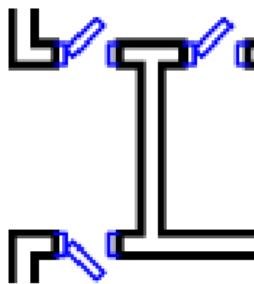

Рис. 159 – Вставка блока дверь60
7. Создадим блок **дверь60** для черчения внутренних дверей. Создайте новый слой **Двери** с такими же параметрами, что и слой **Окно**. Сделайте этот слой текущим. Постройте ломаную с концами (90,117), (91,117), (91,115), (90, 115). Выделите её и выберите в меню команду **Редактирование** → **Зеркало**. Укажите в качестве координат первой точки оси отражения: 93,115. В качестве второй точки оси отражения укажите 93,117. На вопрос **Удалить исходные объекты?** выберите ответ **Нет**. Построим прямоугольник по двум точкам. Нажмите кнопку **Прямоугольник по двум точкам** на панели инструментов и укажите координаты первой точки (91,116.5) и второй точки (95,115.5). Развернем полученную дверь на угол 45°. Выделите начерченный прямоугольник и выберите в меню команду **Редактирование** → **Поворот**. Укажите координаты базовой точки 91,116.5. Угол поворота задайте равным 45°. Выделите обе ломанные и прямоугольник и подайте в меню команду **Черчение** → **Блок** → **Создание**. В открывшемся окне **Определение блока** введите имя блока **дверь60**. Укажите в качестве координат X и Y базовой точки координаты нижней левой точки (90, 115) и нажмите кнопку **ОК**. Вставьте полученный блок (дверь шириной 600 мм) в оставшиеся внутренние дверные проемы. Отразим блок – дверь на кухню относительно его горизонтальной оси (рисунок 159).